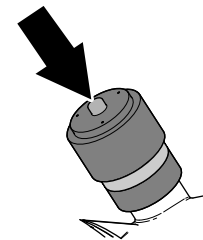

Figura 122
6. Dacă indicatorul de service afiează o bandă roie, apăsați butonul de resetare de la capătul indicatorului (Figura 122).